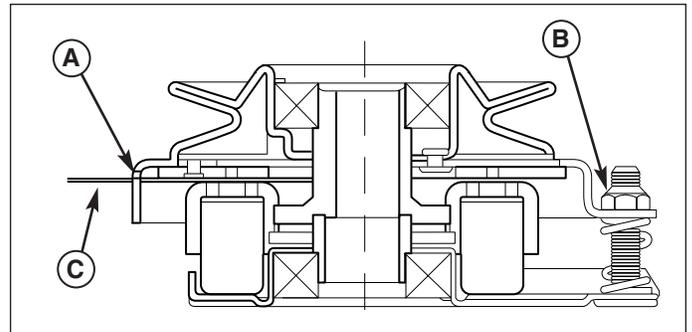

Figure 33. Réglage de l'embrayage de la PDF
3. Insérer une jauge d'épaisseur de 2,5 - 4,0 mm (C) dans chaque orifice en plaçant la jauge entre la face du rotor et la face de l'induit (Figure 33).